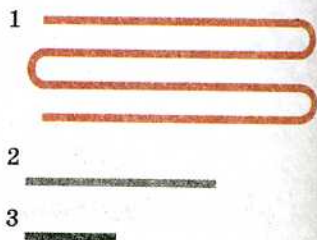

Рис. 1
1. На рис. 1 зображено провідники, що мають однакову площу поперечного перерізу, але виготовлені з різних речовин (заліза, міді, свинцю). Визначте, з якої речовини виготовлений кожний провідник, якщо відомо, що їхні опори однакові.